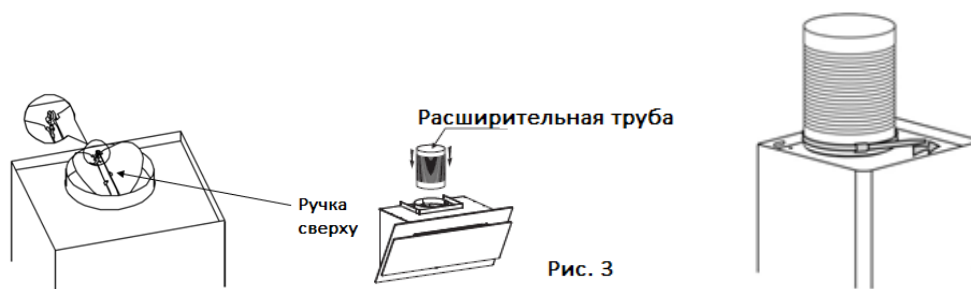
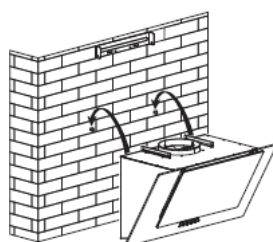

Рис. 3
Рис.3.1
- Штифт (рис.3) должен быть расположен сверху;
5. Наденьте V-образный клапан. Установите расширительную трубу на вытяжку. Закрепите расширительную трубу в отверстии кабельной стяжкой. Примечание: расширительная труба не входит в комплект. См. Рис. 3. Повесьте вытяжку на крючок. См. Рис. 3.1
Способ 1. С помощью инструмента или руки прижмите пружинный осколок обеих сторон светодиодного светильника к внутренней части, пока светодиодная подставка не отойдет, см. Рис. 3. Затем слегка потяните соединительный провод светильника, см. Рис. 4